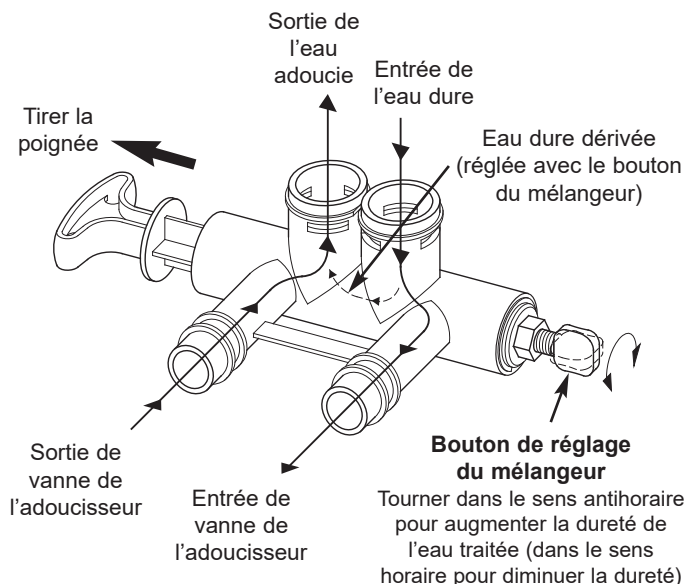

FIG. 55
Le mélangeur de dérivation fonctionne comme un vanne de dérivation classique que l'on pousse ou que l'on tire, mais il permet en plus de régler avec précision la dureté de l'eau traitée sortant de l'adoucisseur. Si vous souhaitez une eau légèrement plus dure que celle normalement produite par l'adoucisseur, le mélangeur peut dériver un peu d'eau dure avant qu'elle n'entre dans l'appareil, puis la mélanger à l'eau adoucie qui en sort. Pour régler la quantité d'eau dérivée, il suffit de tourner le bouton de réglage du mélangeur situé sur l'embout de la tige du vanne (voir Figure 55).
1. Le mélangeur étant en position de service (fonctionnement normal de l'adoucisseur), donc avec la poignée entièrement tirée (voir Figure 55), tourner le bouton de réglage dans le **sens antihoraire** pour **augmenter la dureté** de l'eau traitée, soit jusqu'à 6 tours lorsque le bouton était fermé à fond. Pendant ce réglage, tenir la poignée du mélangeur pour empêcher la tige de tourner.